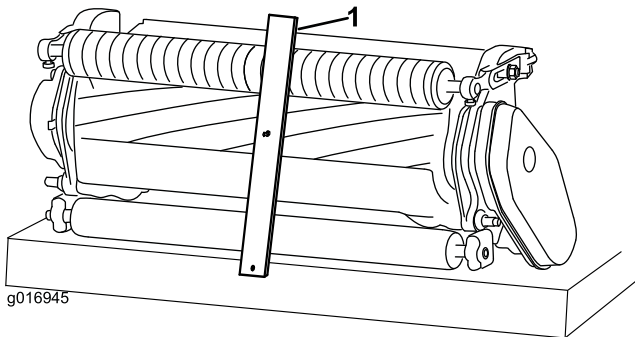

Рисунок 10
2. Зачепіть головку гвинта вимірювальної планки висоти зрізу за правий бік різальної кромки нерухомого ножа та опустіть задній кінець планки на задній ролик (**Рисунок 10**).